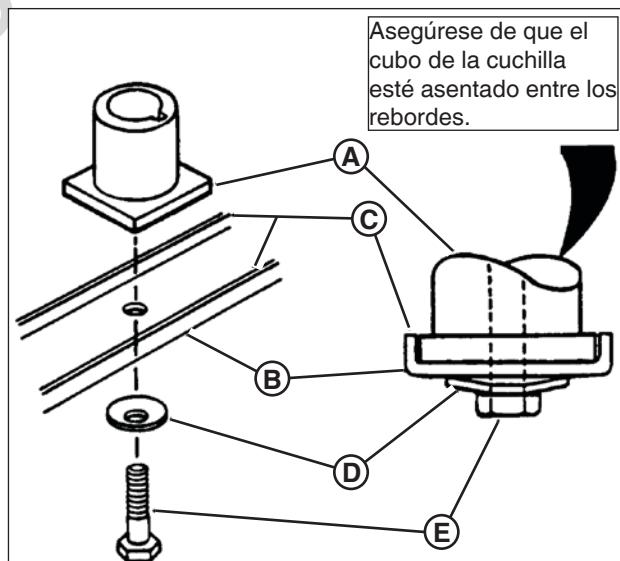

Figura 21: Retiro de la cuchilla del cortacésped
3. Retire la cuchilla (**B**, **Figura 21**).
- Vuelva a colocar la cuchilla (B, Figura 21). Tenga en cuenta el orden correcto del montaje:
- (A) Cubo de la cuchilla
- (B) Cuchilla
- (C) Reborde de la cuchilla (orientado hacia arriba)
- (D) Arandela cónica (lado cóncavo hacia arriba)
- (E) Tornillo de cabeza